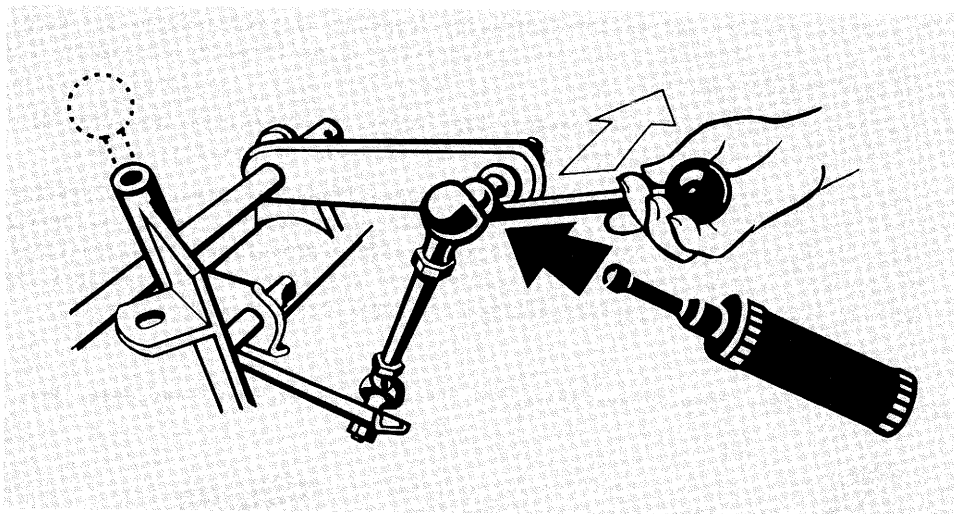

Fig. 9.1
2. **Kogelbesturing** van de schakelstangen op vaste tijdafstanden losmaken (fig.9.1) (met behulp van de bedieningsstangen), **schoonmaken** en **invetten!**